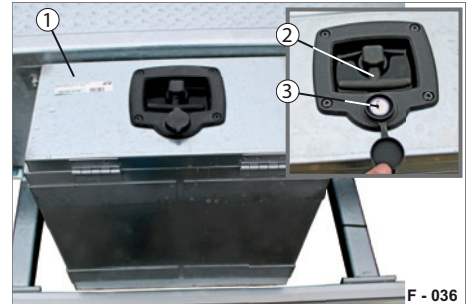

Abb. 62 Werkzeugkasten verschlossen
- ▶ Entfernen Sie die Abdeckung (Abb. 62/3) von dem Schloss-Zylinder und schließen Sie den Deckel (Abb. 62/1) mit einem Schlüssel auf.